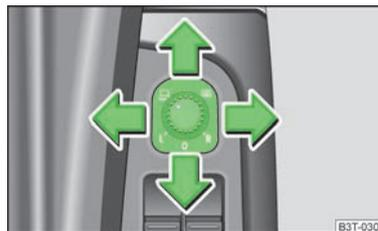

Fig. 53
- Coloque o botão rotativo na posição **☼** » Fig. 53.
Nos veículos com memória para o banco do condutor, a superfície do espelho inclina-se um pouco para baixo ao engrenar a marcha-atrás, desde que o botão rotativo se encontre na posição R » Fig. 53. Desta forma, consegue-se ver melhor a berma do passeio ao estacionar.